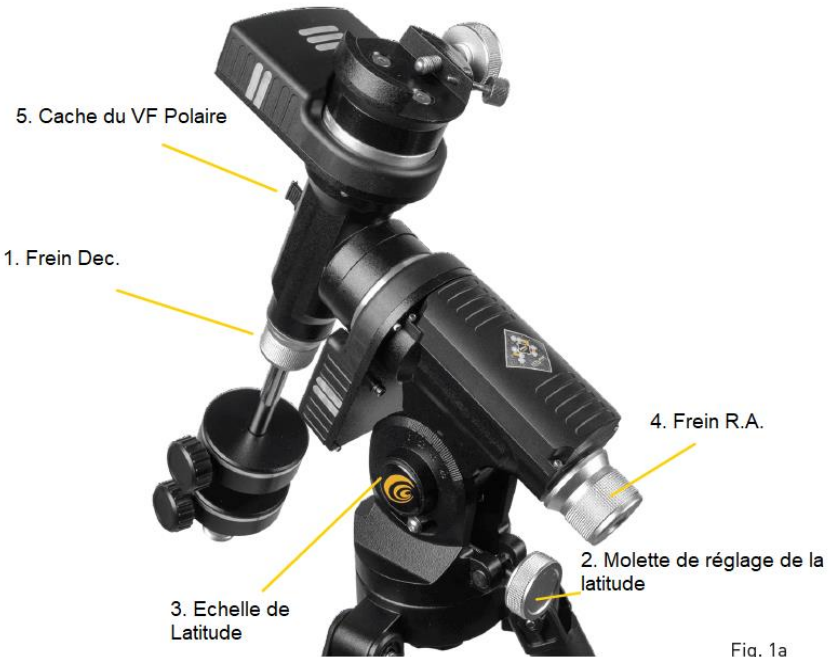

Fig. 1a
**REMARQUE :** La procédure suivante vous aidera à configurer initialement votre monture pour la rapprocher du bon alignement avec le pôle nord céleste (NCP). En retirant le cache du viseur polaire (VF), l'utilisation se fera à travers le tunnel d'alignement polaire dans l'axe de l'AR, en passant par le verrou de l'AR.
2. Déverrouillez le R.A. Verrou (4, Fig. 1a) Faites pivoter l'ensemble du tube optique jusqu'à ce que l'arbre du contrepois pointe tout droit sur la monture.
Relâchez le verrou (1, Fig. 1a) du trépied pour pouvoir faire pivoter le tube optique. Tourner le tube optique jusqu'à ce qu'il pointe vers le nord (ou le sud dans l'hémisphère sud). Puis resserrez le fermement. Localisez Polaris, l'étoile du Nord, si nécessaire, comme référence précise pour le Nord. (Ou Octants dans l'hémisphère Sud).
Visitez l'OUTIL LATITUDE ET LONGITUDE à l'adresse [www.exploroscience.com/latitude\\_longitude/](http://www.exploroscience.com/latitude_longitude/) pour trouver latitudes de n'importe quel endroit sur Terre. Une fois que vous avez trouvé votre lieu d'observation, utilisez la Poignée de réglage de Latitude. (2, Fig. 1a) pour incliner le support (embase) du télescope de sorte que le pointeur indique la latitude du lieu de visualisation sur le cadran de latitude (3, Fig. 1a).